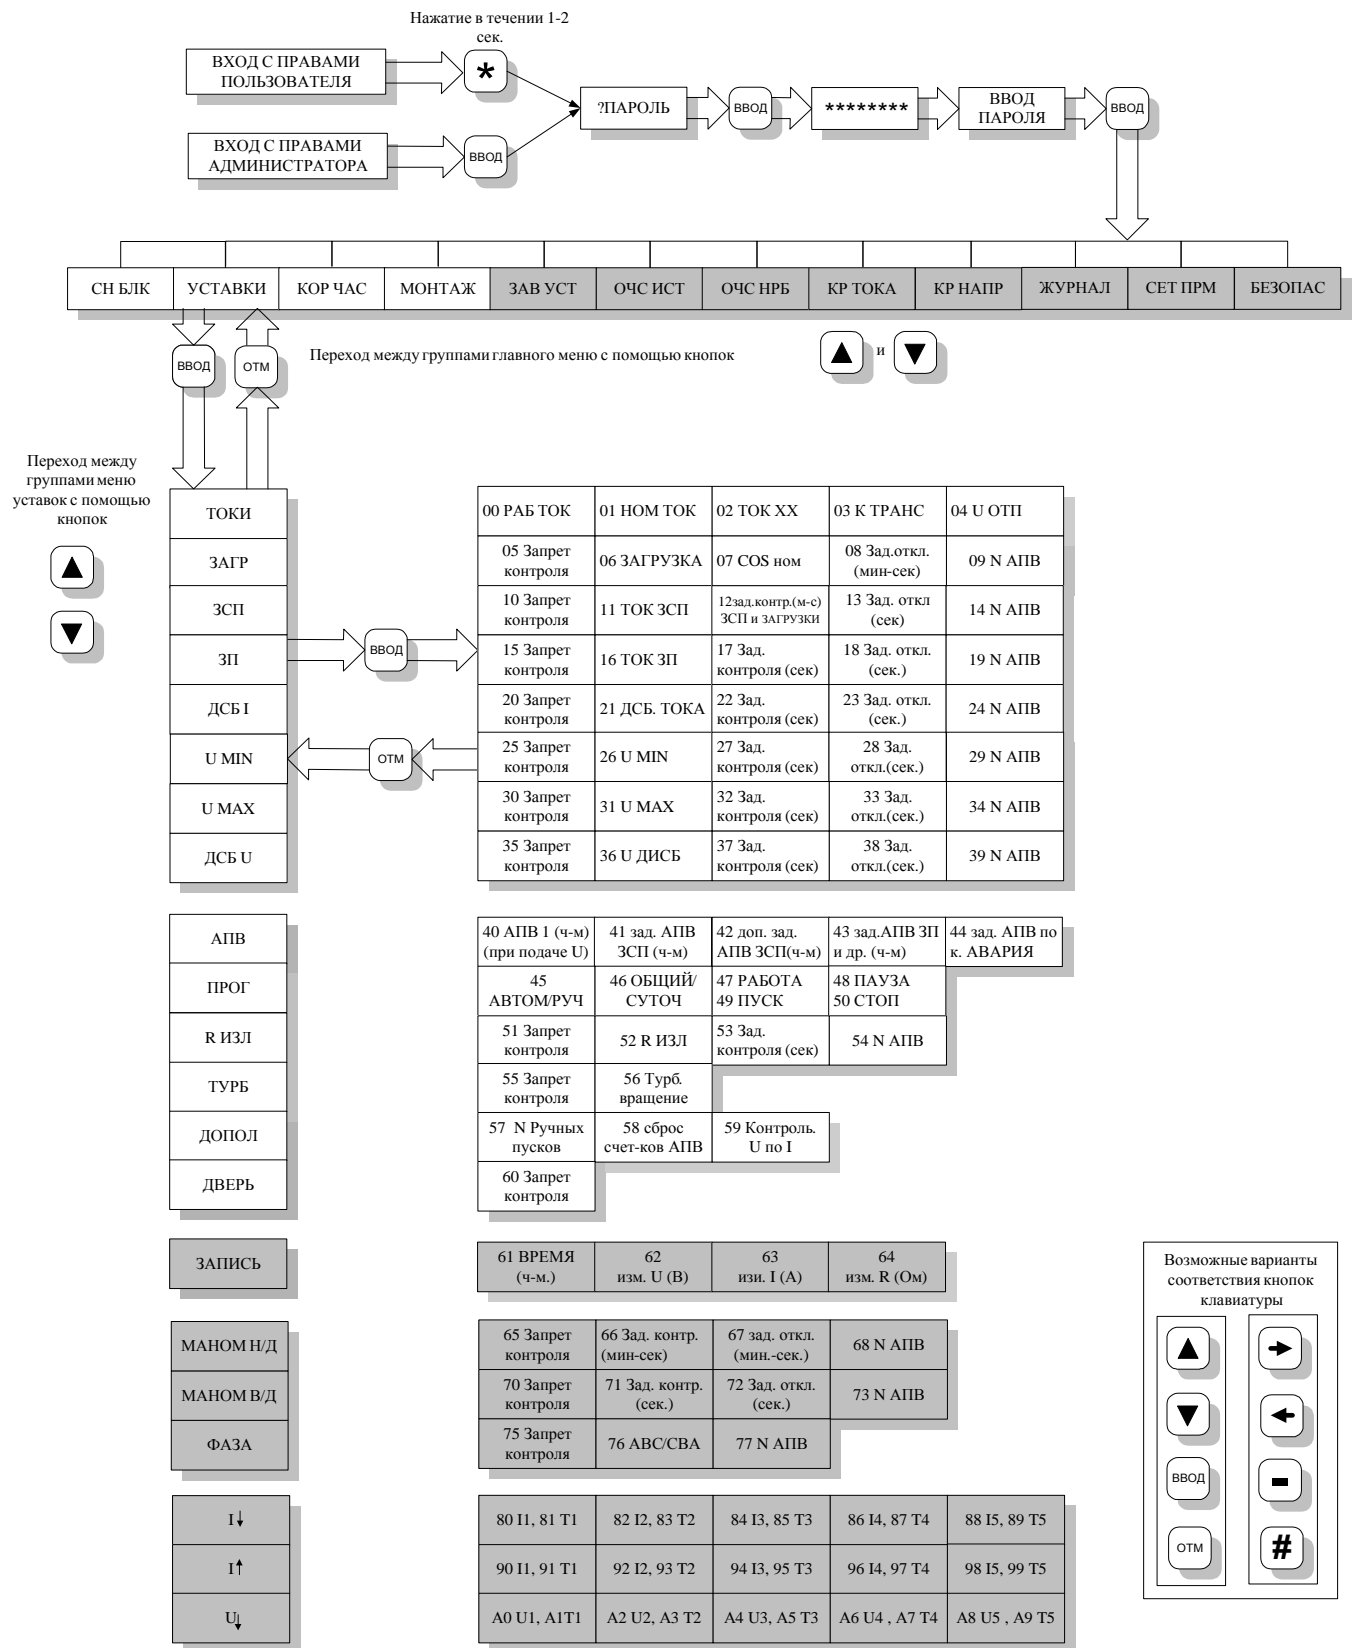

Рис. 4
5.3.1.3. Структура главного меню и констант (уставок) контроллера - в соответствии с рис. 4.